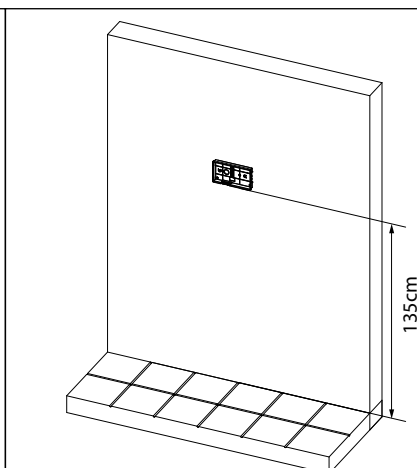
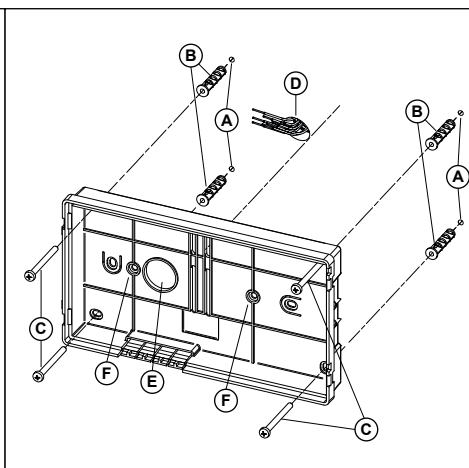

Fig. 2
Fig. 3
**Pour prévenir les infiltrations d'eau, si la surface du mur n'est pas parfaitement plane, il est vivement conseillé de mettre du silicone sur le côté droit, gauche et supérieur à l'arrière du boîtier de surface C (Fig. 3) et autour des trous préformés D (Fig. 3) ;**
2. Poser la base de l'interphone vidéo sur le mur à une hauteur de 135 cm environ (Fig. 2) du plancher fini et prendre les références pour les trous de fixation « A » (Fig. 3), en considérant que les conducteurs « D » (Fig. 3) doivent passer à travers l'ouverture « E » (Fig. 3). Si le boîtier encastrable 503 est utilisé pour la sortie murale des conducteurs, le murer en position verticale en laissant environ 140 cm entre la base et le plancher fini.
3. En consultant la Fig. 3, réaliser les trous « A », y insérer les chevilles à expansion « B » et fixer la base de l'interphone vidéo au mur à l'aide des vis « C » en prenant soin de passer les conducteurs « D » à travers la fente « E ». Si le boîtier encastrable 503 a été utilisé, fixer la base sur le mur par les trous « F » (lentement avec les languettes de fixation du 503) en utilisant les vis « C ».